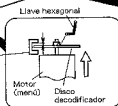
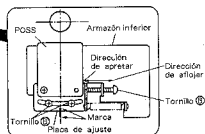

Fig. 7-2
Fig. 7-3
- Afloje el tornillo ② que sostiene el disco decodificador con una llave hexagonal.
- Afloje el tornillo ③ que sostiene la placa de ajuste.
- (1) Ajuste la separación entre el disco decodificador y el interruptor fotoeléctrico del motor (menú) a $1\frac{1}{16}$ mm. (Fig. 7-2)
- (2) Fije el tornillo del disco decodificador apretándolo con una llave hexagonal.
- (3) Gire el tornillo ③ de forma que la marca grabada en la placa de ajuste quede alineada con el armazón inferior. Después apriete temporalmente el tornillo ②.
- (4) Presione la tecla ROTATE MENU del panel frontal de la unidad principal para que el menú gire. Después realice los ajustes siguientes dependiendo de la condición. (Fig. 7-3)
- Afloje el tornillo ② y apriete el tornillo ③ girándolo hacia la derecha.
- Afloje el tornillo ② y gire el tornillo ③ hacia la izquierda para aflojarlo.